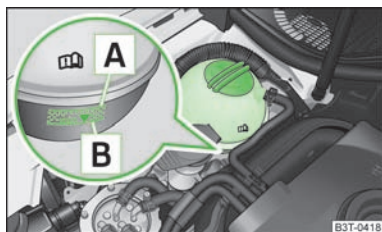

Abb. 117
Zum Nachfüllen empfehlen wir nur das Frostschutzmittel zu verwenden, dessen Bezeichnung auf dem Kühlmittelausgleichsbehälter aufgeführt ist » Abb. 117.
- Den Kühlmittelstand am Kühlmittelausgleichsbehälter prüfen » Abb. 117. Der Kühlmittelstand muss bei kaltem Motor zwischen den Markierungen **B** (min.) und **A** (max.) liegen. Bei warmem Motor kann er auch etwas über der Markierung **A** (max.) liegen.
- Einen Lappen auf den Verschlussdeckel des Kühlmittelausgleichsbehälters » Abb. 117 legen und den Deckel **vorsichtig** abschrauben.
Das Kühlmittel nicht über die Marke **A** (max.) auffüllen » Abb. 117! Überschüssiges Kühlmittel wird bei Erwärmung durch das Überdruckventil im Verschlussdeckel des Kühlmittelausgleichsbehälters aus dem Kühlsystem gedrückt.